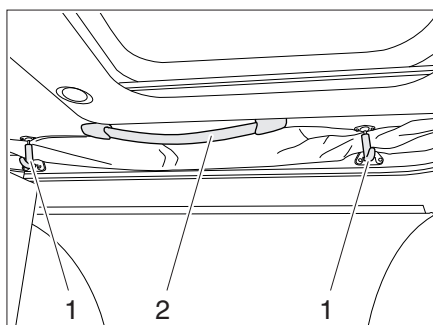

Fig. 52 Tetto sollevabile
- Sbloccare le sicure (Fig. 52,1) tirando leggermente.
- Spingere il tetto sollevabile verso l'alto afferrandolo per le maniglie (Fig. 52,2).
- Tirare il tetto sollevabile verso il basso afferrandolo per le maniglie (Fig. 52,2).
- Tirare le sicure (Fig. 52,1) leggermente verso il basso e riagganciarle.